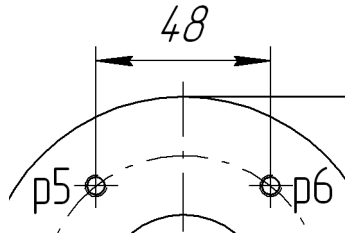

Рис. 51.43.
2. Проверьте межосевое расстояние между резьбовыми отверстиями, проставив между ними горизонтальный линейный размер (рис. 51.43).